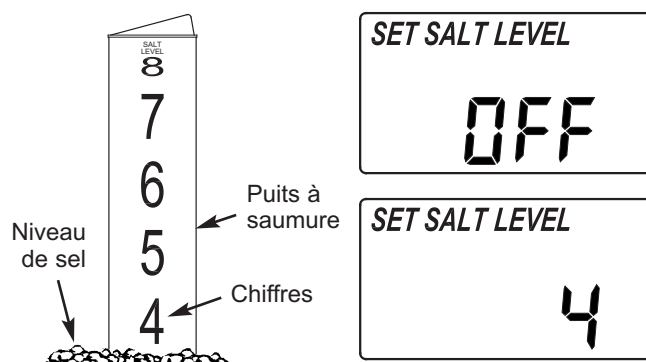

FIG. 21
2. L'échelle de niveau de sel, situé sur le puits à saumure à l'intérieur du réservoir, comprend des chiffres de 0 à 8 (voir figure 21). Repérez le chiffre le plus élevé ou le plus près du sel égalisé.